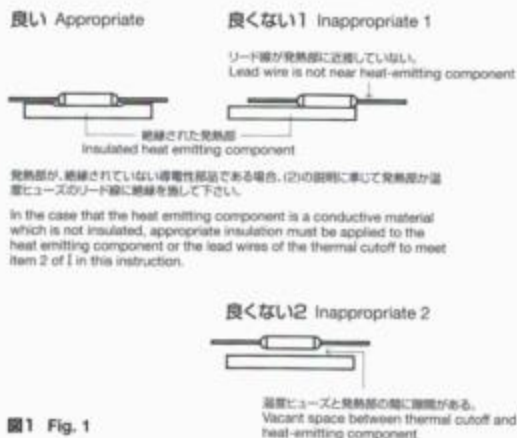

図 1 Fig. 1
- 温度ヒューズの感温性能を十分に発揮するために温度ヒューズのリード線をできるだけ長く使用するように設計して下さい。トランス、モータ等の巻線機器に使用する場合には、出来るかぎり巻線の発熱を直接感知できる熱伝導の良い場所に取り付けて下さい。また、温度ヒューズの両リード線とボディが均一に加熱されるように設計して下さい。(図 1 参照)
- When designing, make it sure to secure as much longer lead wires as possible, and put lead wires and body to the nearest place where heat generates in order to ensure the thermosensitive functions. When using thermal cutoffs in equipment with winding functions such as transformers and motors, install the thermal cutoffs in places with good heat conductance, which will allow them to most directly sense the heat of the windings. Design equipment so that the bodies and both lead wires of thermal cutoffs are evenly heated (see Fig.1)